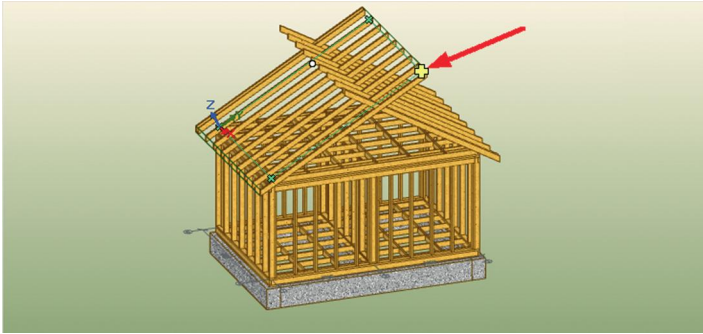

рис. 67
6. Уберем у скатов лишние свесы. Для этого выберите команду **Каркас/Крыша/Редактировать узлы ската** и укажите скат. Затем переключитесь на трёхмерный вид (видовое окно № 4), наведите курсор на правый верхний угол ската до появления жирного крестика (рис. 67) и щелкните по нему левой кнопкой мыши.